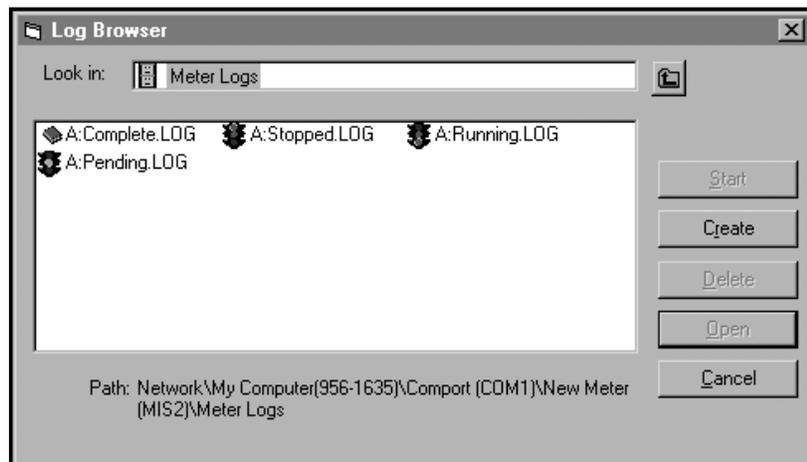

Figure 25 : Fenêtre du navigateur de journaux
3. Double-cliquez sur *Journaux de PC* pour accéder aux journaux PC stockés, ou sur le nom du *port de communication* et le nom du *débitmètre* pour accéder aux journaux du débitmètres stockés. Dans les deux cas, le *Navigateur de journaux* ressemble à la Figure 25.